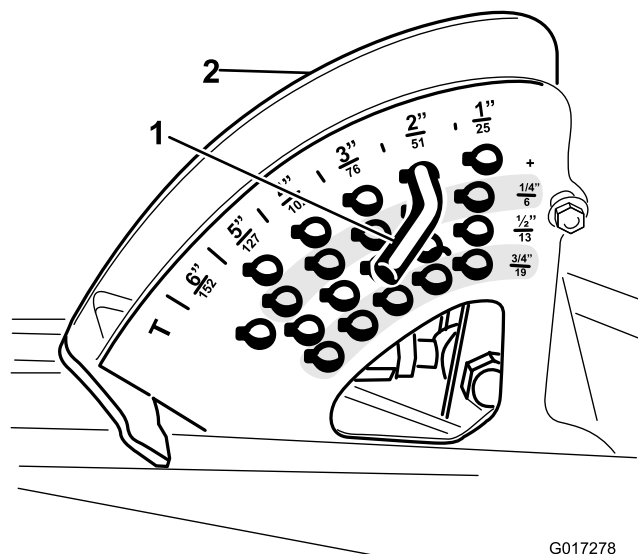

図 3
3. 組み立て時のために、刈高ブラケットのどの穴に刈高ピンが入っているかを確認しておくこと 図 3。刈高ブラケットから刈高ピンを外す。
6. 希望の刈高に合わせて、刈高ブラケットに刈高ピンを取りつける 図 3。